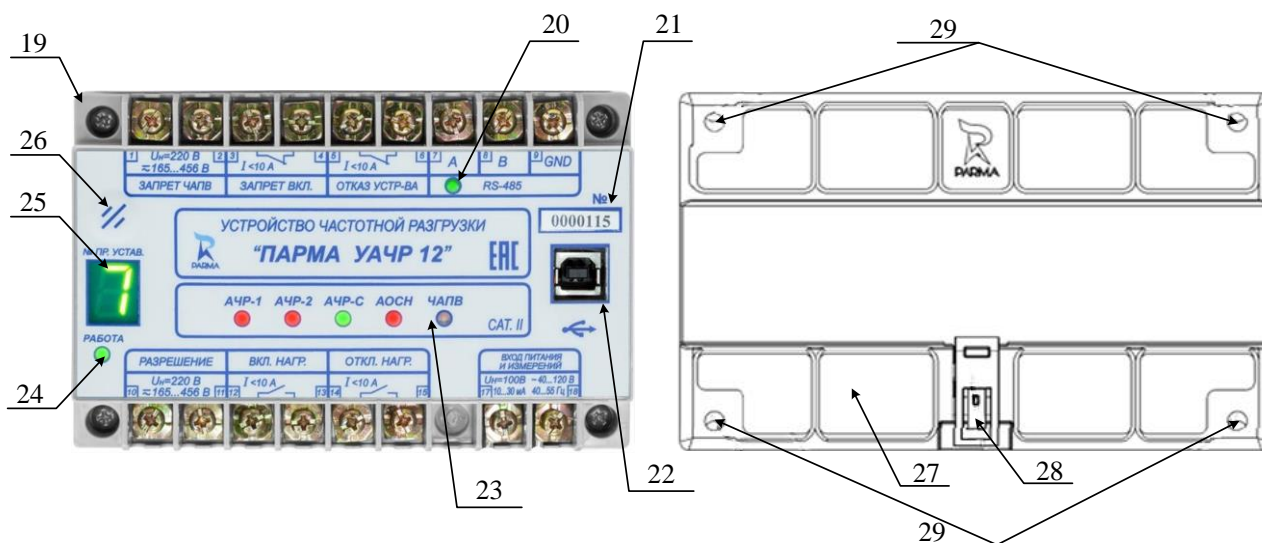

Рисунок 1 – Внешний вид УАЧР
3.3.8 Состояние каждой функции индицируется одноименными трёхцветными светодиодами (23) (рисунок 1), расположенными на передней панели УАЧР.